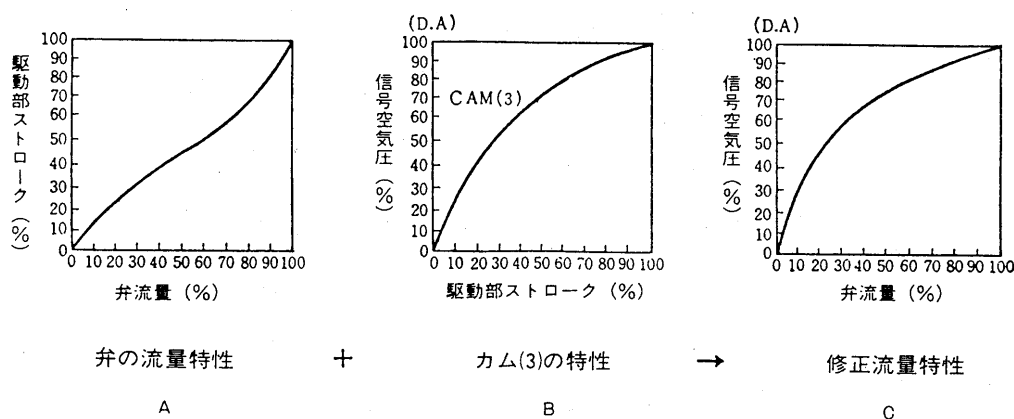

図12 カム使用例
ある弁の流量特性が図12-Aである時プロセスの条件からイコールパーセント形の流量特性が必要な場合がありますが、このような時は図12の曲線群 (AIR-TO-OPEN VALVE) の中からカム(3)を選び、その弁と組合せることによって図12に示されるようにイコールパーセント形に近い流量特性を得ることが出来ます。(正作動操作器) と組合せる場合には、(AIR-TO-CLOSE) の形となりますから、上記と逆にカム(2)を選定します。
- 【3】図12を参照し、プロセスに適する流量特性の得られるカムを選定する。